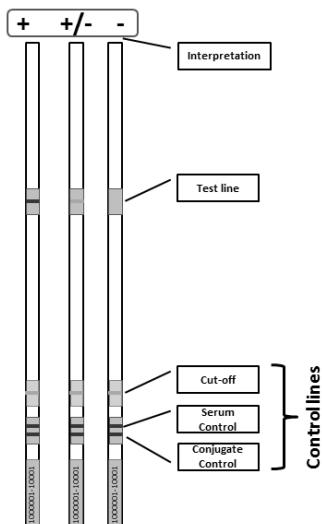
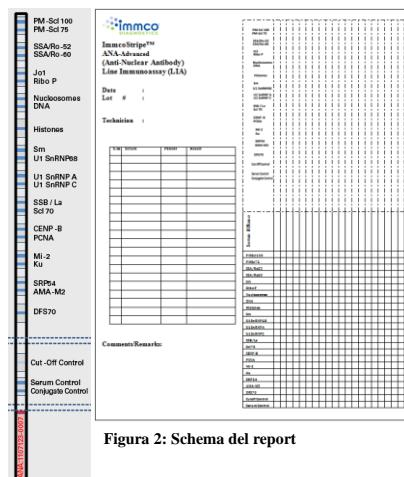

Figura 1: Schema delle strisce LIA dopo reazione con una linea di test.
Figura 2: Schema del report
- Come etichettato in Figura 1, le linee di controllo di siero e coniugato devono essere chiaramente positive per indicare un esperimento di successo. Il cut-off è una linea debole con variazione in intensità in base alle condizioni sperimentali. Lo schema della Figura 1 mostra un esempio della linea di test. Nell'ANA Advanced LIA (Figura 2) ci sono 22 linee di test e 3 linee di controllo. Lo sviluppo della linea di test dipende dal campione. Le reazioni positive possono verificarsi in intensità variabili da debole a forte. **Le reazioni deboli devono essere confrontate con l'intensità della linea di cut-off fornita nella striscia.** Le reazioni che sono notevolmente più scure o più dense rispetto alla densità della linea di cut-off devono essere considerate positive.
L'ANA Advanced LIA è capace di rilevare autoanticorpi ai seguenti antigeni: PM-Scl100, PM-Scl75, Ro-52, Ro-60, Jo-1, Ribo-P, nucleosomi, DNA, istoni, Sm, U1RNP68, U1RNP A, U1RNP C, SS-B/La, Scl-70, Cenp-B, PCNA, Mi-2, Ku, SRP-54 e AMA-M2 e DFS70 (LEDGF). Far riferimento alla Figura 2 per le posizioni della linea di antigene singolo e di controllo.